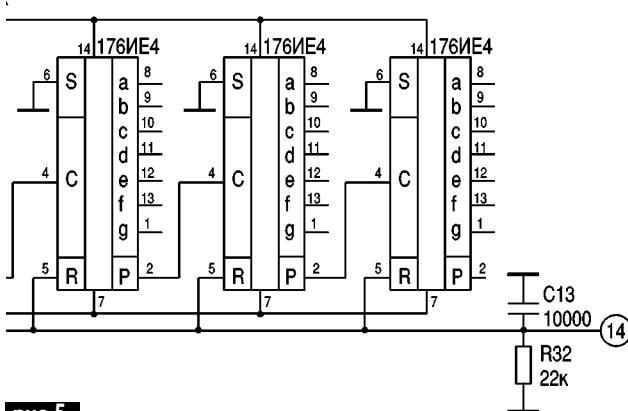

рис.5
**Счетчик времени (рис.5)** собран на двух платах. На одной плате собран собственно счетчик по типовой для бытовых часов схеме с небольшими отличиями: суточный цикл (24 ч)